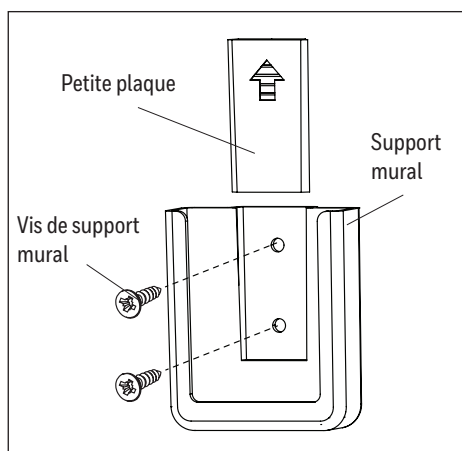

Figure 5.7
- L'ensemble de contrôle à distance comprend un support mural. Pour installer le support mural, retirez la petite plaque afin d'exposer les trous de vis. Insérez les vis du support mural dans les trous, puis dans le mur, et couvrez-les à l'aide de la petite plaque retirée précédemment. La télécommande peut être rangée dans le support mural pour en faciliter l'accès (Figure 5.7).